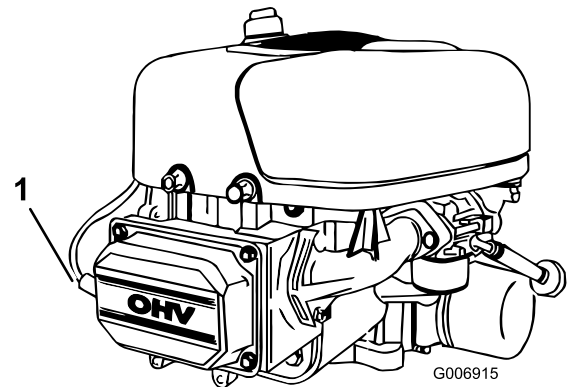

Bild 24
5. Klemmen Sie das Zündkabel von der Zündkerze ab (Bild 24).
3. Schließen Sie den Zündkerzenstecker an die Zündkerze an (Bild 24).